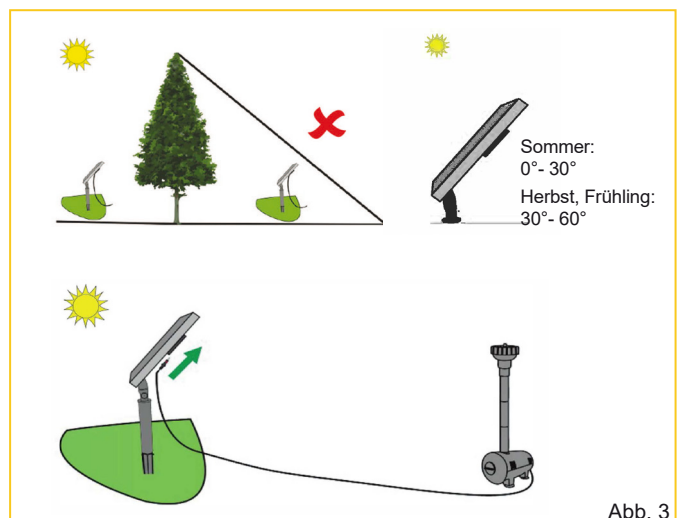

Abb. 3
- Positionieren Sie das Solarpanel so, dass es direktes Sonnenlicht aufnehmen kann. Das Solarpanel kann nur funktionieren, wenn es nicht im Schatten steht. Passen Sie ggf. den Winkel des Solarpanels an (siehe Abbildung 3).